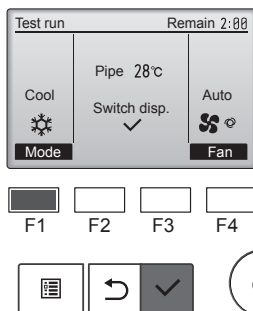

Fig. 7-3
- (1) Tryck på [F1] när du vill växla funktionsläge. (Fig. 7-3)